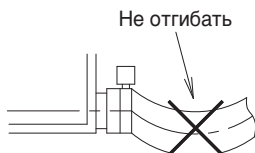

Рис. 27
- Не допускайте отклонения сливного шланга (1) во внутреннем блоке. (См. рис. 27) (Возможно возникновение нехарактерного шума, например бурления.) (В случае отклонения сливного шланга (1) возможно повреждение решетки воздухозаборника.)